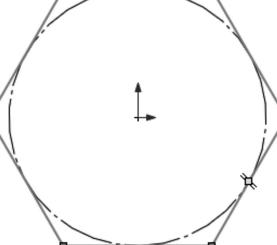

图 2-52 生成多边形
- [5] 拖动多边形并单击，生成多边形如图 2-52 所示。